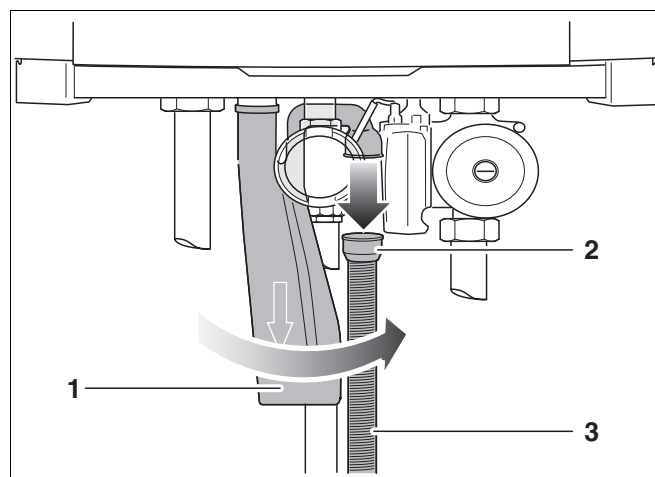

Fig. 91 Allentare il tubo flessibile ondulado
- Allentare il tubo ondulado (fig. 91, pos. 3) con il manicotto di gomma (fig. 91, pos. 2) dal sifone (fig. 91, pos. 1).
- Ruotare il sifone di un quarto di giro in senso orario (fig. 91).